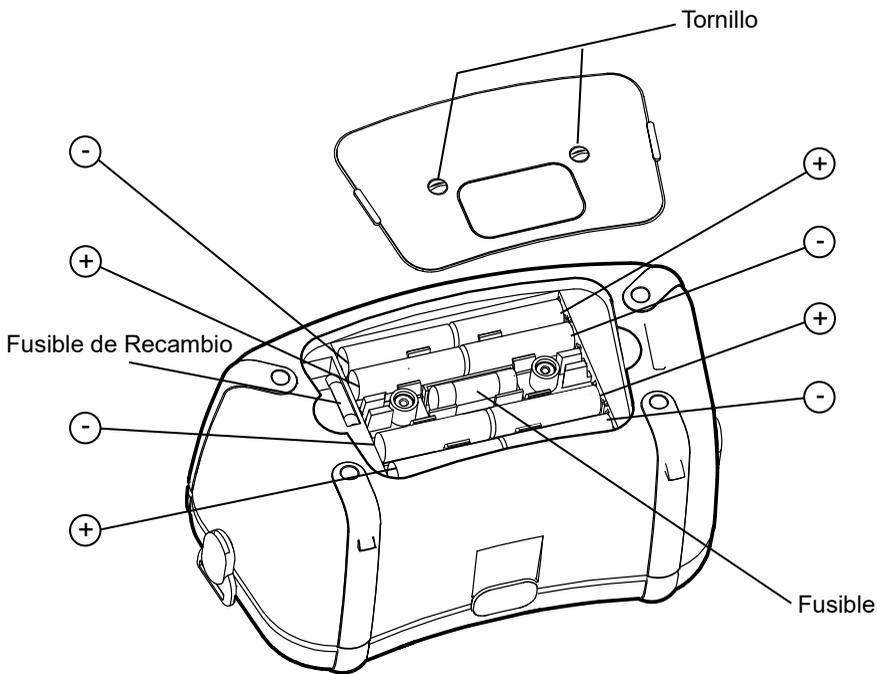

Fig. 20-1
- (1) Apague el instrumento y desconecte todos los cables de prueba de los terminales.
- (2) Desatornille los dos tornillos y retire la tapa del compartimiento de la batería. (Fig. 20-1)
- (3) Sustituya las ocho baterías por otras nuevas a la vez. Observe la polaridad correcta al insertar baterías nuevas. Batería: Alcalina de tamaño AA (LR6) x 8 unidades
- (4) Coloque la tapa del compartimiento de las baterías y fíjela con los dos tornillos.
- (1) Si el instrumento no funciona en el modo de prueba de continuidad, primero desconecte los cables de prueba del instrumento.
- (3) Saque el fusible y verifique la continuidad con otro probador de continuidad. Si el fusible se ha fundido, sustitúyalo con el fusible de repuesto.